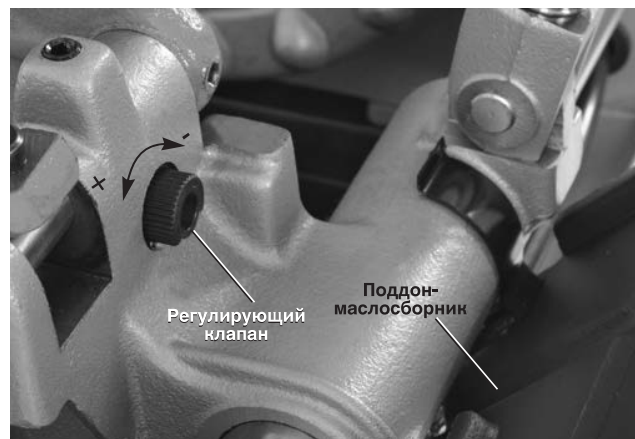

Рис. 5 – Регулировка потока масла
11. Проверьте уровень масла для резьбонарезки RIDGID. Снимите лоток для стружки и вкладыш масляного поддона; проверьте, что сетчатый фильтр в сборе полностью погружен в масло. См. раздел «Техническое обслуживание системы смазки». Если станок оснащен поддоном-маслосборником, проверьте, что он установлен правильно и направляет масло, стекающее с резьбонарезной головки в лоток для стружки (см. Рис. 5).
- Установите резьбонарезную головку в положение использования. Нажмите и удерживайте педальный выключатель. Проверьте поток масла через резьбонарезную головку. Снимите ногу с педального выключателя. Поток масла можно регулировать с помощью регулирующего клапана на каретке (см. Рис. 5). При повороте по часовой стрелке поток уменьшается, а при повороте против часовой стрелки поток увеличивается. Не выполняйте регулировку во время работы станка.